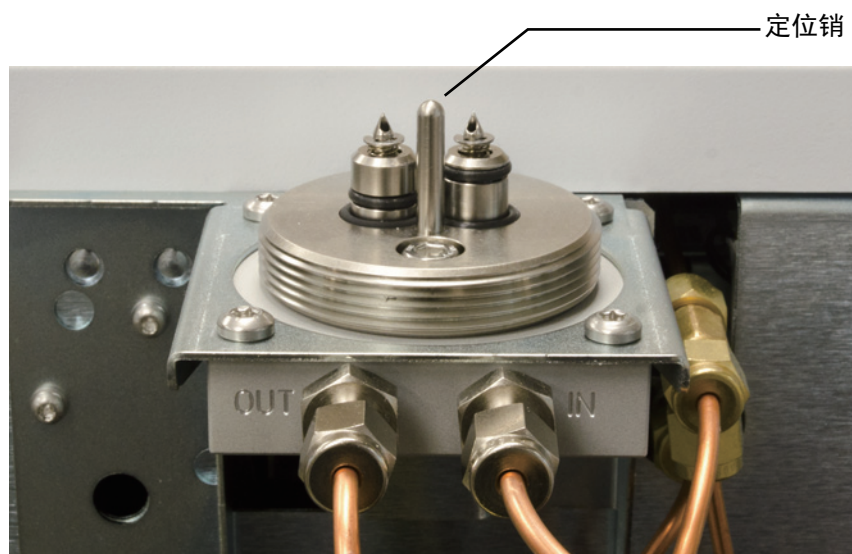

图 34. 定位销（所示为 7890 安装）
- 5 将塑料环形螺母放在载气过滤器上，然后将过滤器放在支架连接单元的顶部（由于定位销的原因，它只能单向安装，如图 34 所示）。注意不要强行调整过滤器的方向，以免损坏支架连接单元和过滤器组件。